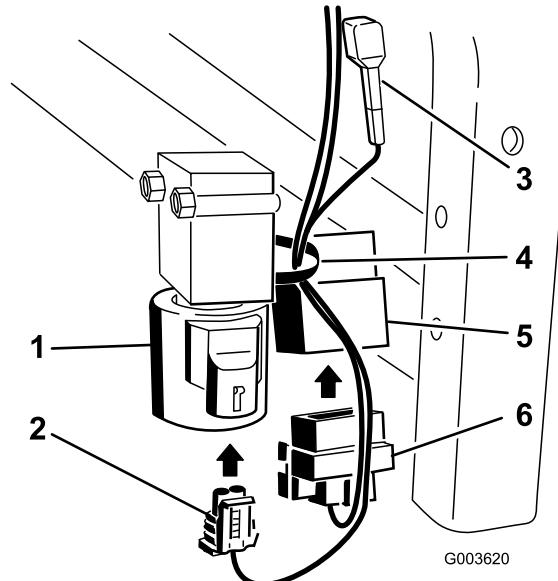

Figure 36
- Connectez le connecteur carré au relais situé près de la vanne (Figure 36).
- Montez le petit connecteur sur la vanne (Figure 36).